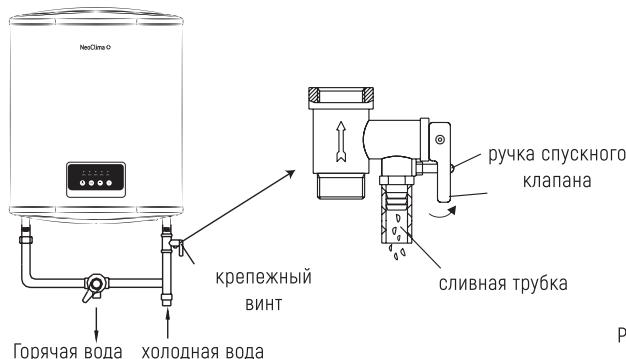

Рис. 1
- Предохранительный клапан следует устанавливать на входе холодной воды в нагреватель (см. Рис.1). Из сливной трубы предохранительного клапана может капать вода, поэтому эту трубку нужно оставлять открытой. Предохранительный клапан необходимо периодически проверять и очищать с целью обеспечения его нормальной работы.
- Слив воды из бака можно выполнить с помощью клапана сброса давления. Открутите стопорный винт на рычаге клапана и поднимите рычаг вверх [см. Рис.1]. Трубка сброса давления обратного предохранительного клапана должна быть свободно направлена вниз.